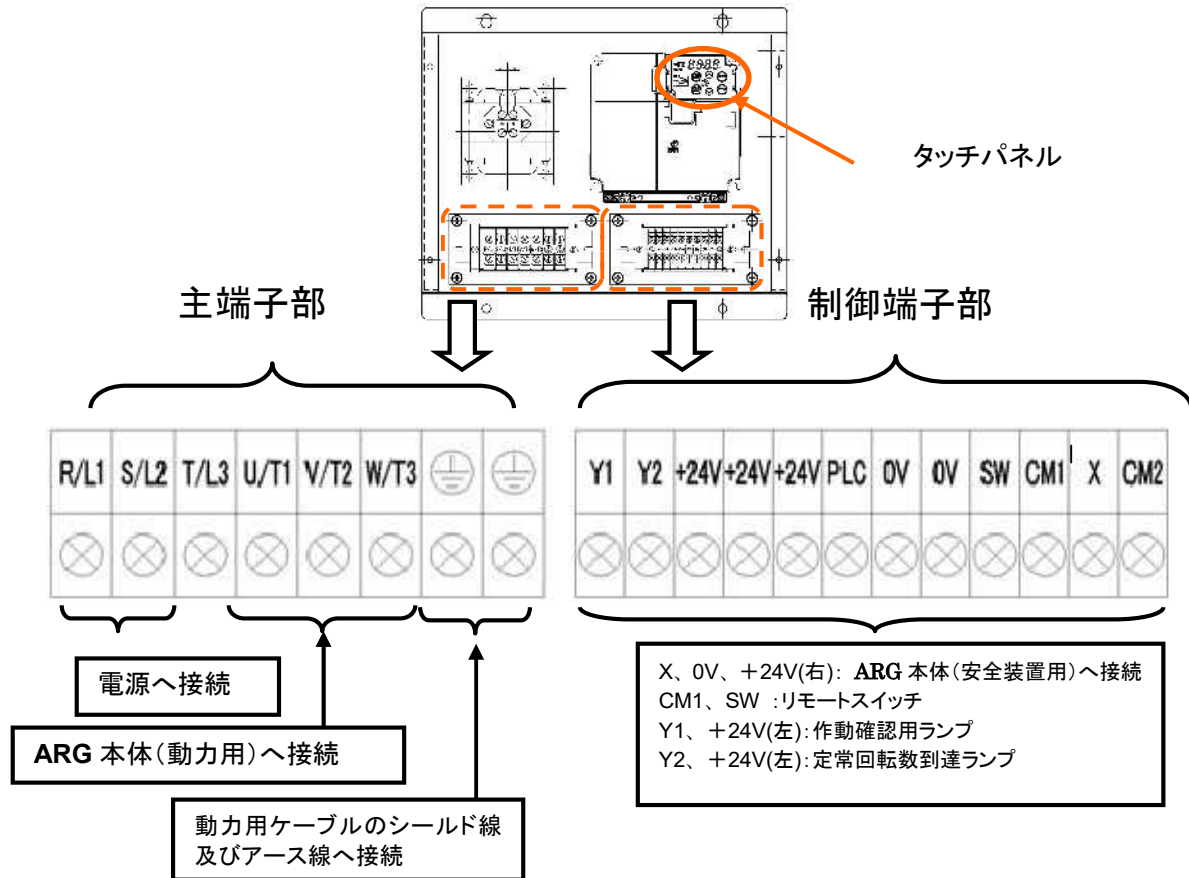

図 4-13 モータードライバの端子配列
接続端子の位置は、図 4-13 を参照して下さい。
③ 蓋を取り外すと図 4-13 のように、保護カバー付き端子台が配置されています。